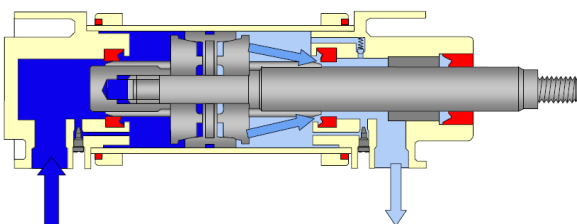

Fig. 12.
Ce type est équipé d'un "piston d'amortissement" (1) qui, avant la fin de la course du piston, bloque la sortie normale de l'air comprimé (Fig. 12).